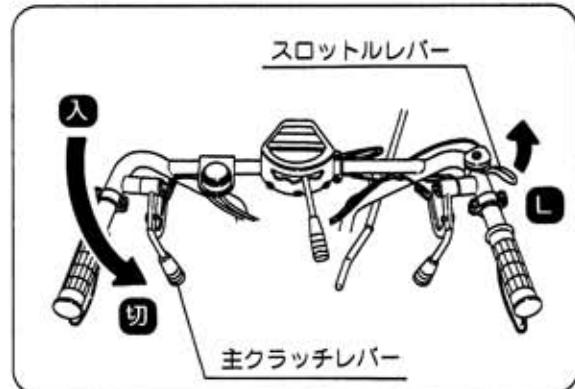

図22
① 主クラッチレバーを【切】位置にすると、機体は停止します。(図22)
② スロットルレバーを【低・L】位置にします。(図22)